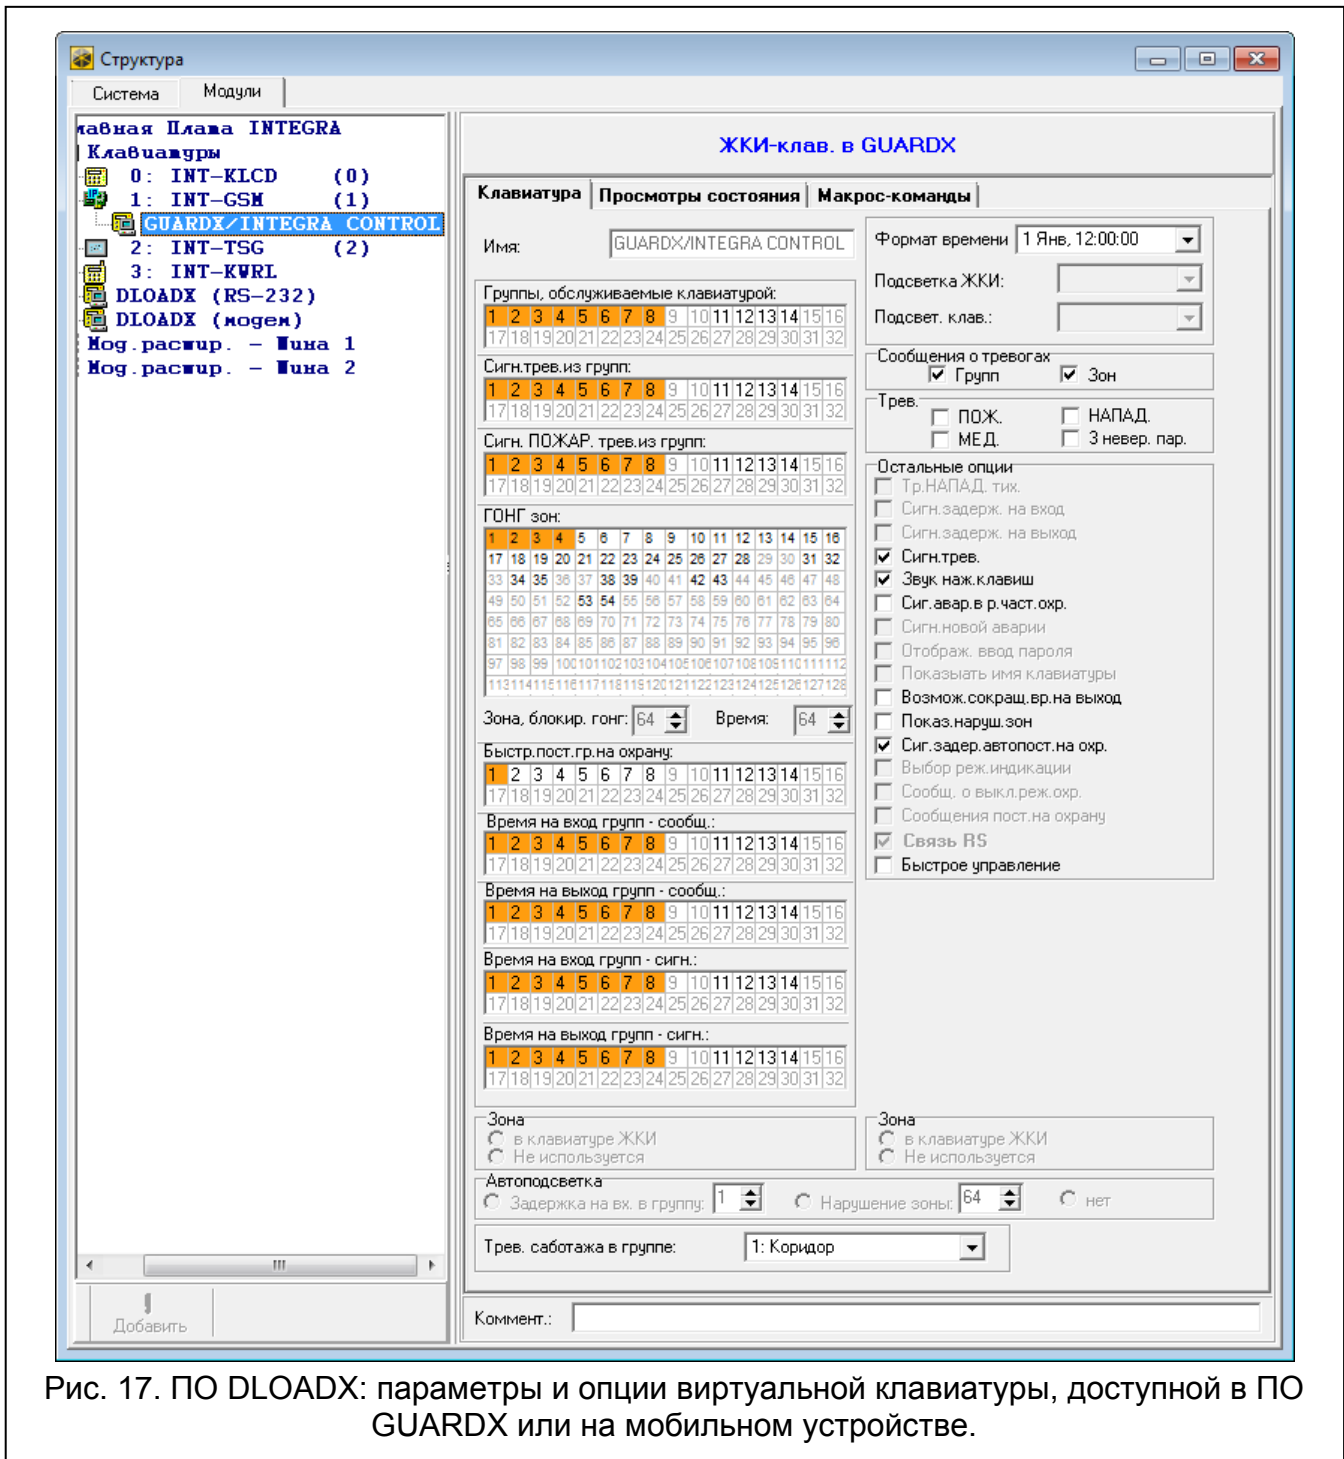

Рис. 17. ПО DLOADX: параметры и опции виртуальной клавиатуры, доступной в ПО GUARDX или на мобильном устройстве.
- ПО DLOADX: окно "Структура" → закладка "Модули" → ветка "Клавиатуры" → [название модуля] → ветка "GUARDX/INTEGRA CONTROL" (рис. 17),